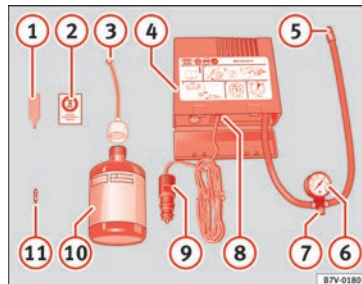

Fig. 48 Rappresentazione standard: contenuto del kit per la riparazione degli pneumatici.
- Svitare il cappuccio e l'elemento di tenuta della valvola del pneumatico. Utilizzare l'apparato » » **fig. 48** ① per estrarre l'elemento di tenuta. Collocarlo su una superficie pulita.
- Agitare vigorosamente la bomboletta del sigillante per pneumatici » » **fig. 48** ⑩.
- Avvitare il tubo di gonfiaggio » » **fig. 48** ③ alla bomboletta del sigillante. La piombatura della bomboletta si rompe automaticamente. » »
- Rimuovere il tappo del tubo di riempimento » fig. 48 ③ e avvitare l'estremità aperta dal tubo alla valvola dello pneumatico.
- Ricollocare l'elemento di tenuta con l'apparato » fig. 48 ① nella valvola del pneumatico.
- Avvitare il tubo di gonfiaggio del pneumatico del compressore » fig. 48 ⑤ nella valvola del pneumatico.
- Verificare che la vite di sfiato dell'aria sia chiusa » fig. 48 ⑦.
- Collegare il connettore » fig. 48 ⑨ a una presa elettrica a 12 V del veicolo » pag. 128.
- Collegare il compressore ad aria con l'interruttore ON/OFF » fig. 48 ⑧.